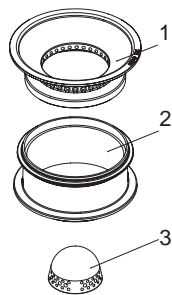
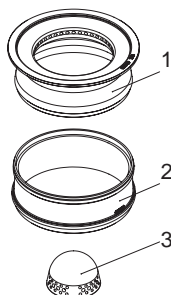

Fig. 42 Spina aria primaria, Cono
Fig. 43 Spina aria primaria, Cono
- Estrarre il cono parte superiore [1] e il cono parte inferiore [2] dal corpo caldaia – Fig. 42, Fig. 43.